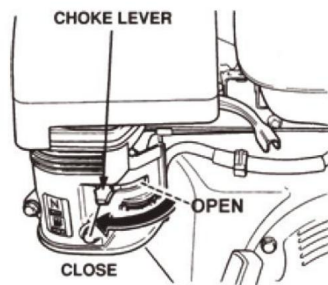

FIG.7
9.3 Zet de chokehendel (FIG. 7) in de stand "GESLOTEN" als u start koude motor.
9.7 Als de motor is gestart, zet u de chokehendel (FIG. 7) langzaam terug in de stand Open positie. Als de motor niet is gestart, herhaalt u stap 1 tot en met 6.